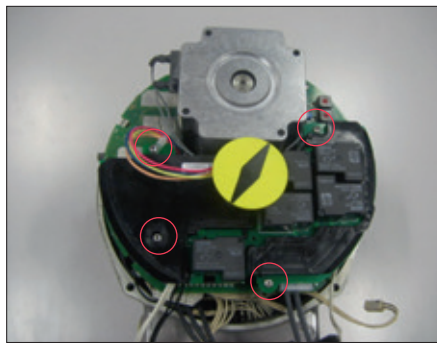

Abb. 43
- Platzieren Sie die OM13-Karte auf den Distanzstücken und ziehen Sie die 4 Schrauben fest (Abbildung 43).